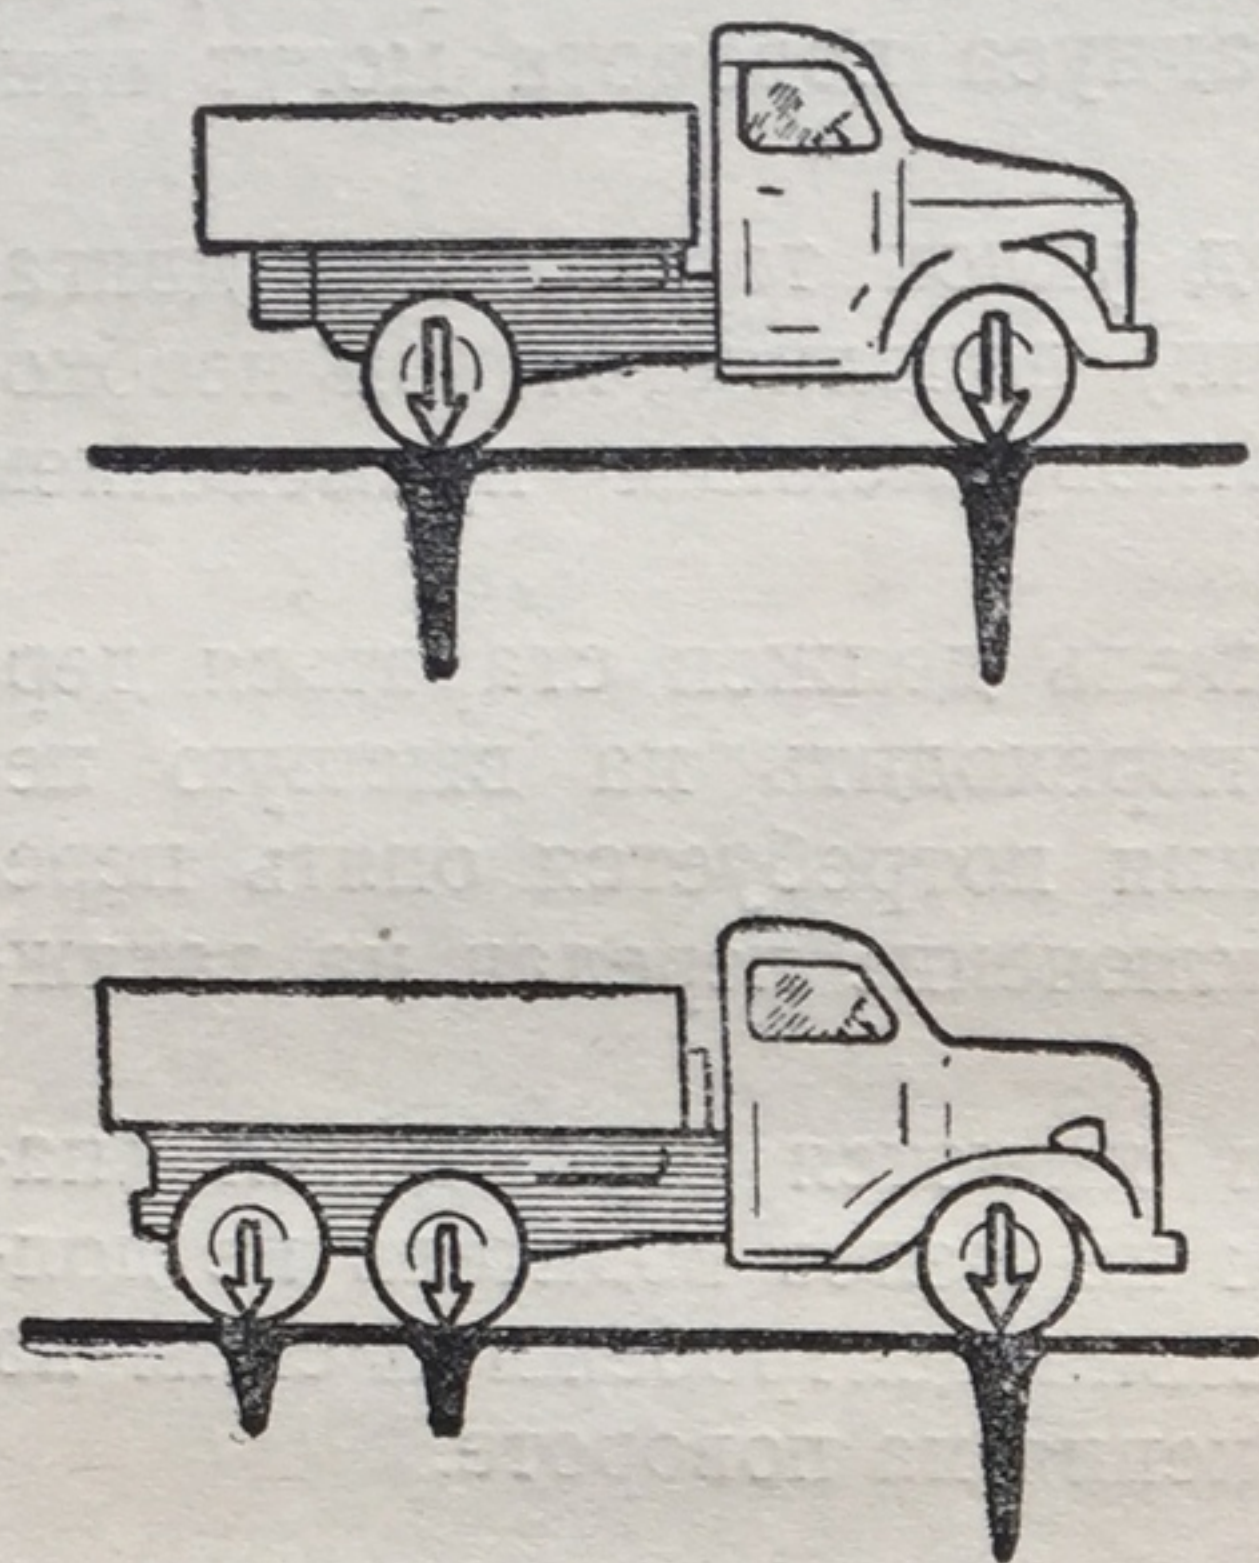

Рис. 70. Сравнение удельного давления на опорную площадь у двухосного и трехосного автомобиля
2) Чем выше удельное давление, т. е. давление веса автомобиля на единицу ( $1 \text{ см}^2$ ) опорной площади, тем хуже его проходимость. На современных автомобилях для уменьшения удельного давления на грунт устанавливают сдвоенные ведущие колеса и используют балонные шины, имеющие значительную опорную поверхность, а также увеличивают число осей (трехосные автомобили), что позволяет снизить удельное давление почти в два раза по сравнению с двухосным автомобилем (рис. 70) и лучше использовать сцепной вес (т. е. вес, приходящийся на ведущие колеса).